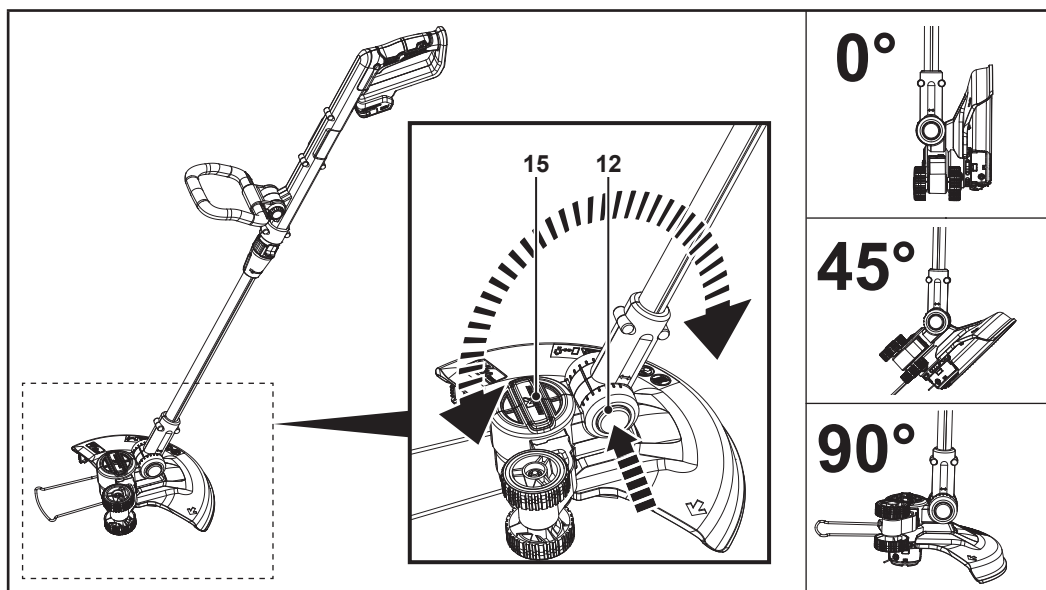

Fig. 8
i **NOTA:** A cabeça de corte (15) pode ser ajustada para 7 posições (0°, 15°, 30°, 45°, 60°, 75°, 90°) (Fig. 8).
1. Pressione o bloqueio da cabeça de corte (12) (Fig. 8).
2. Ajuste o ângulo da cabeça de corte (15) (Fig. 8).
3. Liberte o bloqueio da cabeça de corte (12).
4. Certifique-se de que a cabeça de corte (15) bloqueia no lugar.